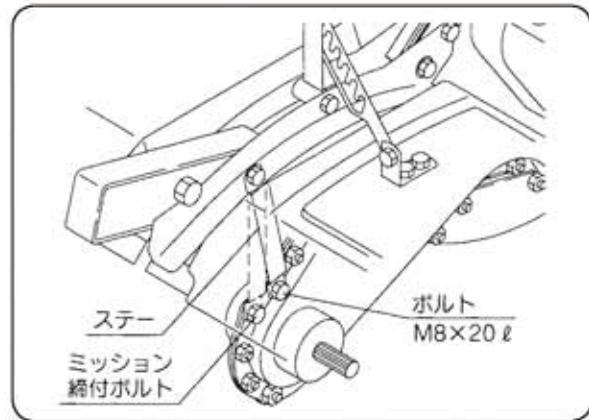

図53
(M8×20ℓ ポルト) (図53)
- ⑥ ミッショングリップ付ボルトを取付けてください。 (図53)